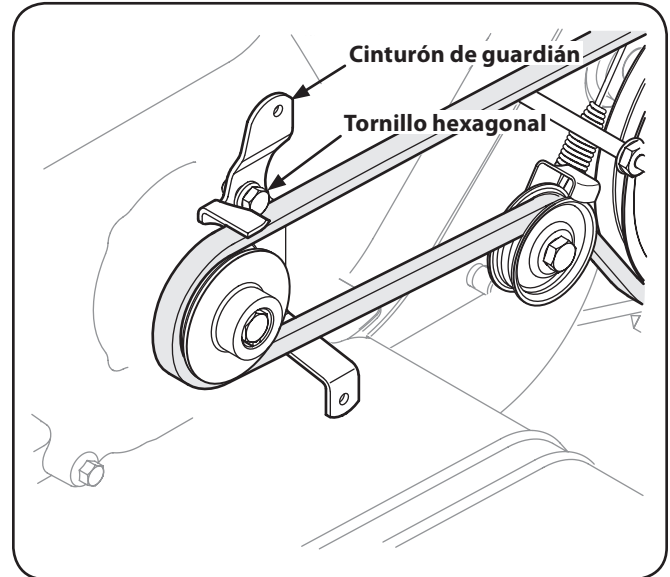

Figura 7-3
4. El uso de un 1/2" llave, retire el tornillo hexagonal de fijación del cinturón de guardián en el motor. Vea la Figura 7-3.